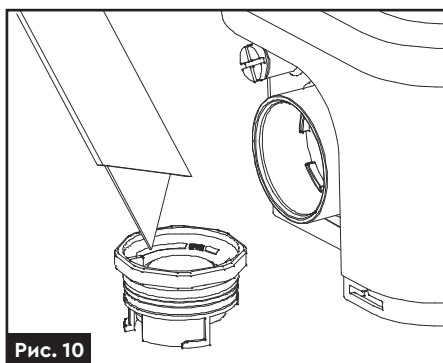

Рис. 10
2. Використовуючи гострий ніж, проріжіть отвір всередині заглушки, не пошкодивши зворотний клапан (рис. 10).